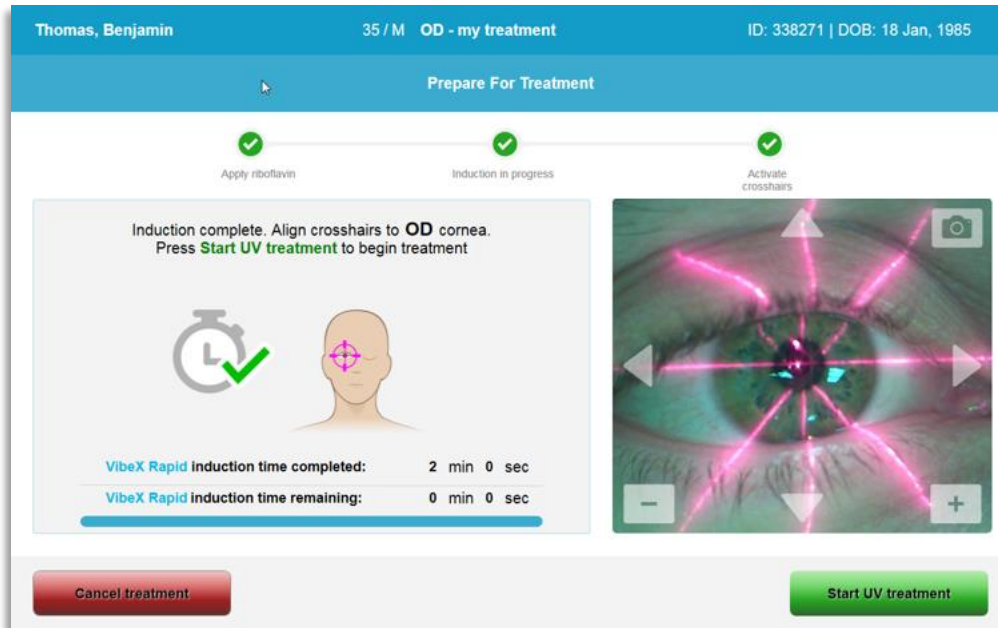

Abbildung 3-25. UV-Behandlung starten
- Sobald Auftragen von Riboflavin, Induktion und Ausrichtung der Fadenkreuze abgeschlossen sind, starten Sie die Behandlung, indem Sie wie in Abbildung 3-25 veranschaulicht auf die Taste „UV-Behandlung starten“ (Start UV treatment) drücken.